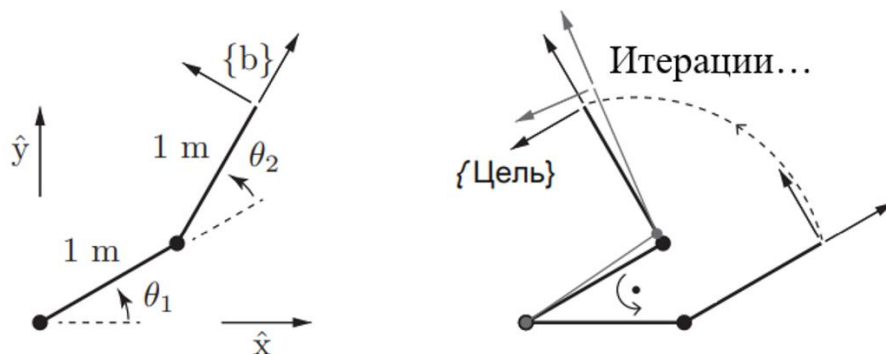

Рисунок 7. Робот 2R.
1.1 Используя численный метод Ньютона-Рафсона (метод касательных), определить величины углов θ_1 и θ_2 (рис. 7) для положения острия робота (зоны расположения конечного эффектора) в координатах $(x, y) = 0,366; 1,366$ м. Длины обоих сегментов, соответственно рисунку 7, равны 1 м.